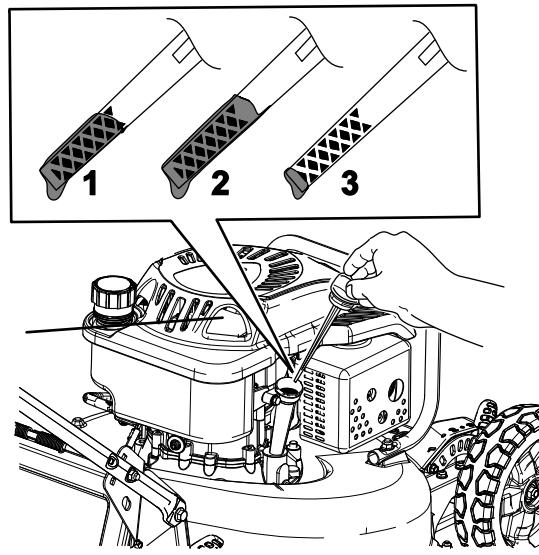

Figura 24
9. Retire la varilla y compruebe el nivel de aceite en la misma (Figura 24).